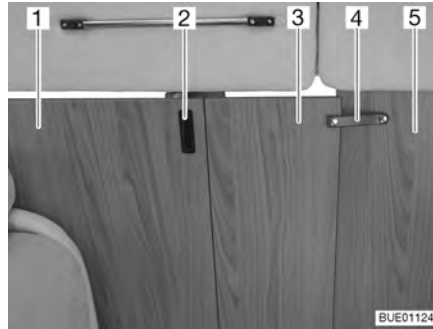

Bild 41 Skiljeplatta till förarhytt, stängd
- Dra in skiljeplattan till förarhytten (Bild 41,1) helt i handtaget (Bild 41,2).
- Fäst den fällbara delen av skiljeplattan till förarhytten (Bild 41,3) med låsbandet (Bild 41,4) på vänster mellanvägg (Bild 41,5).